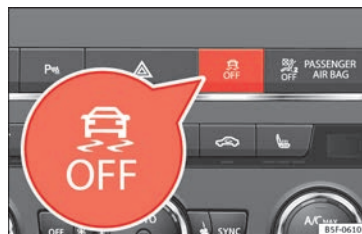

Fig. 146 Consola central: Tecla para ligar/desligar o ESC e o ASR
- Pressionando a tecla  »» **Fig. 146** durante aproximadamente 1 segundo, desliga-se a função ASR.
- Pressionando o botão  »» **Fig. 146** durante aproximadamente mais de 3 segundos, desliga-se o programa eletrónico de estabilidade (ESC), incluindo a função ASR.
- Volta-se a ligar a função ASR e o ESC pressionando o botão  »» **Fig. 146**.